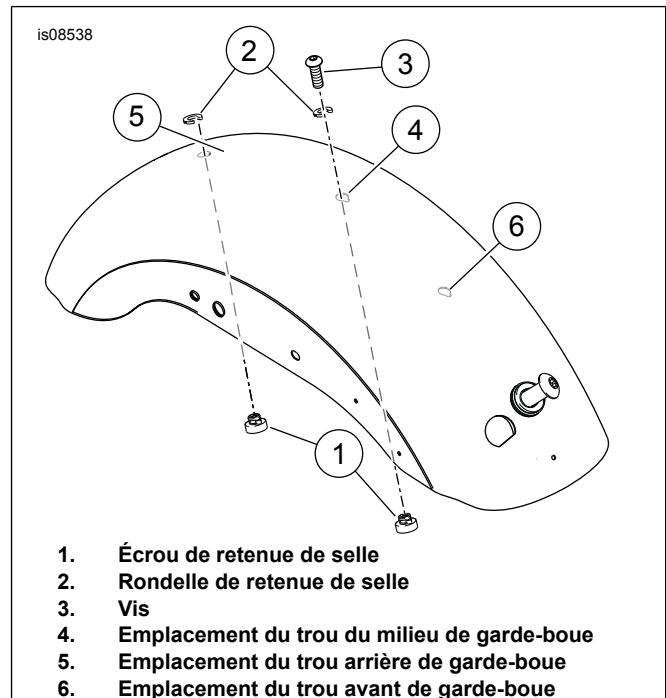
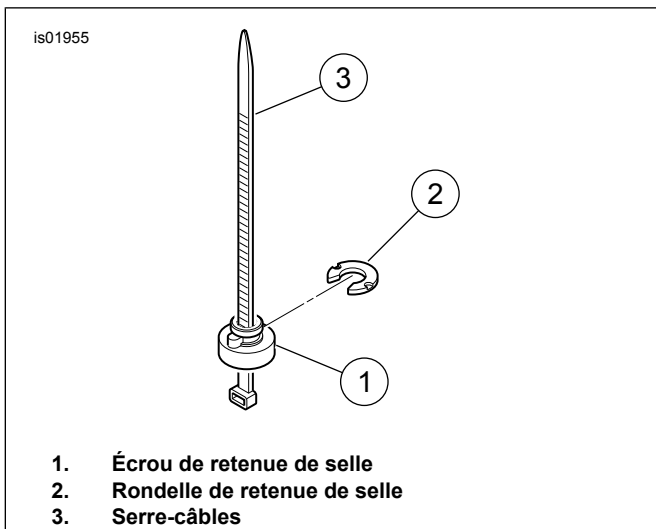
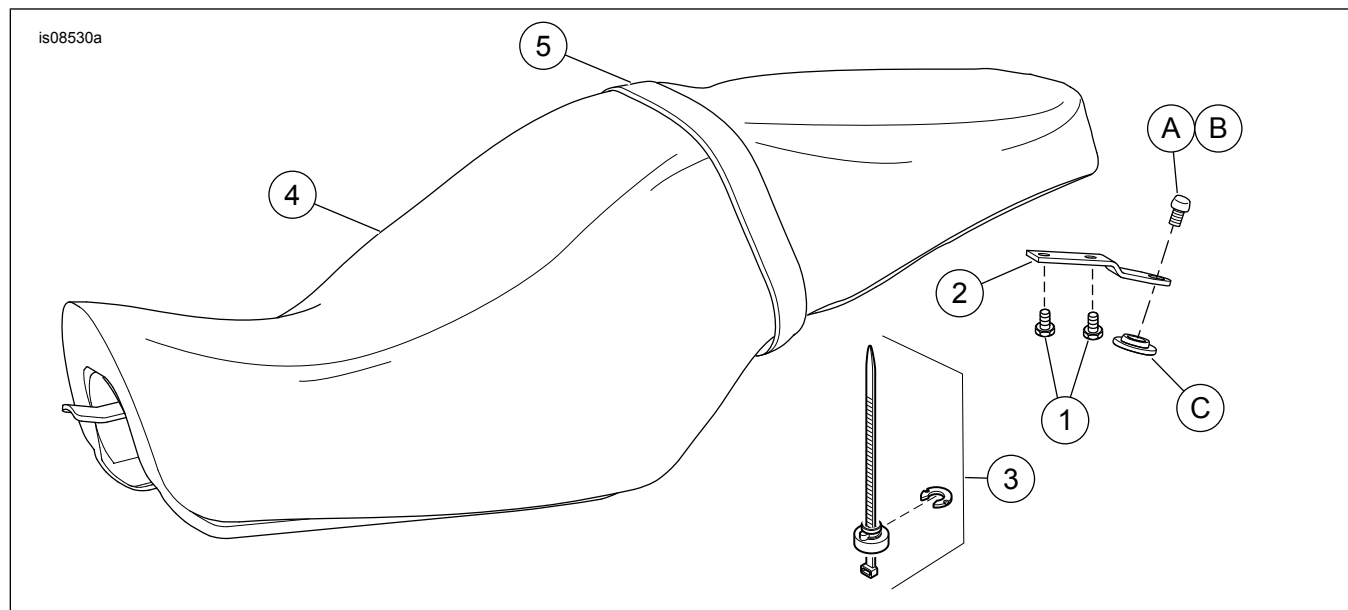

Figure 1. Emplacements de l'écrou et de la rondelle de retenue de la selle
Figure 2. Écrou et rondelle de retenue de la selle et outil
Figure 4. Pièces de rechange : Selle XL
Voir Figure 4 et Tableau 1.
- a. **Pour les modèles XL 883N, XL 1200V et XL 1200X :** Voir Figure 1 et Figure 4. Déposer la vis (3) de l'emplacement arrière du trou (5). Conserver la vis pour la pose. Monter la selle en plaçant la rondelle guide (no de pièce 7487) sous la languette de montage de la selle. Monter la selle en insérant la vis existante (no de pièce 3085) dans le trou de vis arrière. Serrer au couple de 2,3–4,5 N·m (20–40 in-lbs).
- b. Le support de montage (no de pièce 5176-97A) peut également être utilisé. **Pour les modèles XL 883L :** Voir Figure 1. Installer le kit de retenue de la selle à l'emplacement arrière du garde-boue (5). Voir Figure 2. Un serre-câbles (3) peut être utilisé comme outil de pose. Placer l'écrou de retenue (1) sur le serre-câbles pour que l'extrémité large de l'écrou repose sur l'œil du serre-câbles. Visser le serre-câbles vers le haut jusqu'au garde-boue et à travers le trou de garde-boue. Tirer le serre-câbles vers le haut pour immobiliser l'écrou contre la partie inférieure du garde-boue. Monter la selle à l'aide de la vis de la selle d'origine. Serrer au couple de 2,3–4,5 N·m (20–40 in-lbs).
- a. Voir Figure 1. Si l'écrou de retenue est installé dans le trou du milieu (4). Monter la selle à l'aide de la vis de la selle d'origine. Serrer au couple de 2,3–4,5 N·m (20–40 in-lbs).
- b. Voir Figure 1. Installer le kit de retenue de la selle à l'emplacement du milieu du garde-boue (4). Voir Figure 2. Un serre-câbles (3) peut être utilisé comme outil de pose. Placer l'écrou de retenue (1) sur le serre-câbles pour que l'extrémité large de l'écrou repose sur l'œil du serre-câbles. Visser le serre-câbles vers le haut jusqu'au garde-boue et à travers le trou de garde-boue. Tirer le serre-câbles vers le haut pour immobiliser l'écrou contre la partie inférieure du garde-boue. Monter la selle à l'aide de la vis de la selle d'origine. Serrer au couple de 2,3–4,5 N·m (20–40 in-lbs).
4. Voir Figure 4. Installer la vis de montage de selle (A). Serrer au couple de 2,3–4,5 N·m (20–40 in-lbs)